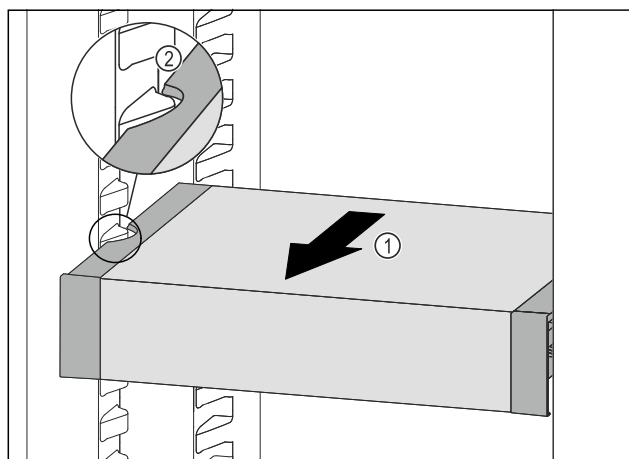

Fig. 110
- ▶ Táhněte VarioSafe dopředu Fig. 110 (1), dokud nebudou boční vybrání VarioSafe na úrovni žebrování na nádoby v chladničce. Fig. 110 (2)